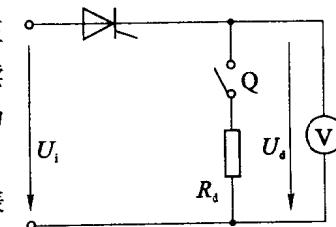

图 1-2 例 1.4 电路图
**例 1.4** 图 1-2 为晶闸管调试电路, 在断开  $R_d$  测量输出电压  $U_d$  是否正确可调时, 发现电压表读数不正常, 接上  $R_d$  后一切正常, 为什么?